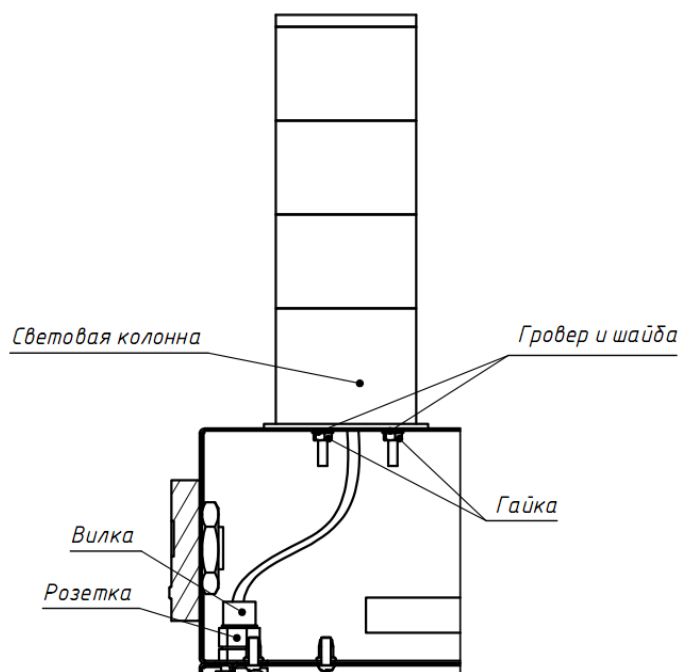

Рисунок 2 – Монтаж световой колонны «Светофор»
- вилку на конце жгута вставить в розетку, расположенную внутри шкафа (рисунок 2).